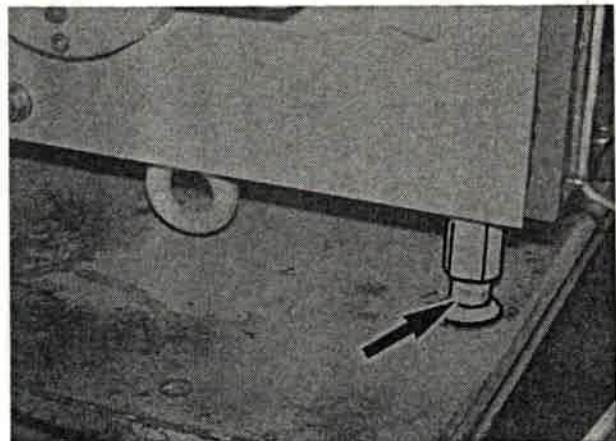

Bild 18
1. Durch Verstellen der Maschinenfüße (Bild 18/Pfeil) Maschine waagerecht ausrichten.